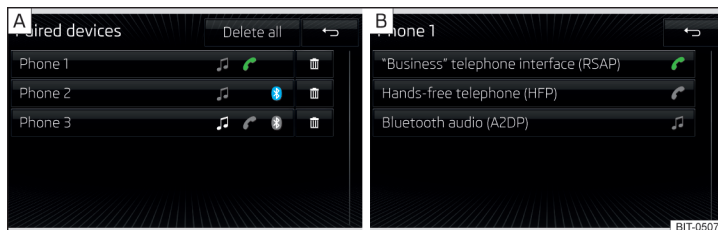
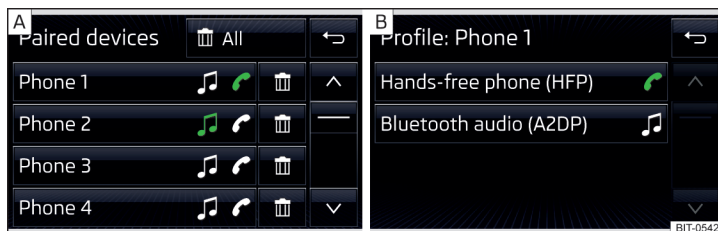

Fig. 178 Infotainment Columbus: Lista de los equipos externos acoplados / Lista de los perfiles de Bluetooth® disponibles
Fig. 179 Infotainment Swing: Lista de los equipos externos acoplados / Lista de los perfiles de Bluetooth® disponibles
En la lista de los equipos externos acoplados pueden aparecer en cada equipo externo los siguientes símbolos de los perfiles Bluetooth® » fig. 178 y/o » fig. 179 - A.
- Seleccionar el perfil deseado en la lista de los perfiles de Bluetooth® disponibles » fig. 178 y/o » fig. 179 - [B].